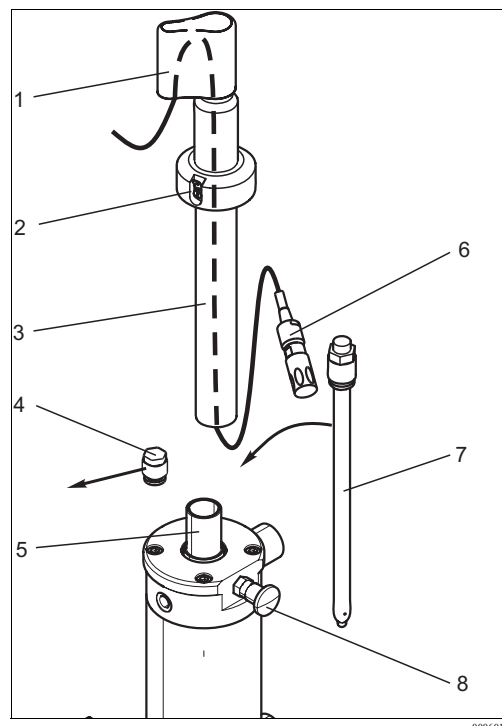

図 15: センサーの取り付け
1. 防滴キャップをホルダから取り外します (図 15 の 1)。
2. リトラクタブル式パイプの表面に傷がつかないように注意します (図 15 の 3)。表面はシール面となっています。反時計方向に回してリトラクタブル式パイプを緩めます。
3. 盲プラグ (図 15 の 4) に代えてセンサー (図 15 の 7) を取り付けます。
4. リトラクタブル式パイプを通して測定ケーブルを引き込みます (図 15 の 6)。
6. リトラクタブル式パイプを電極ホルダ上に (手で時計方向に) ねじ込んで戻します (図 15 の 5)。
(PML = ポテンシャル整合ライン、図 15 の 2)